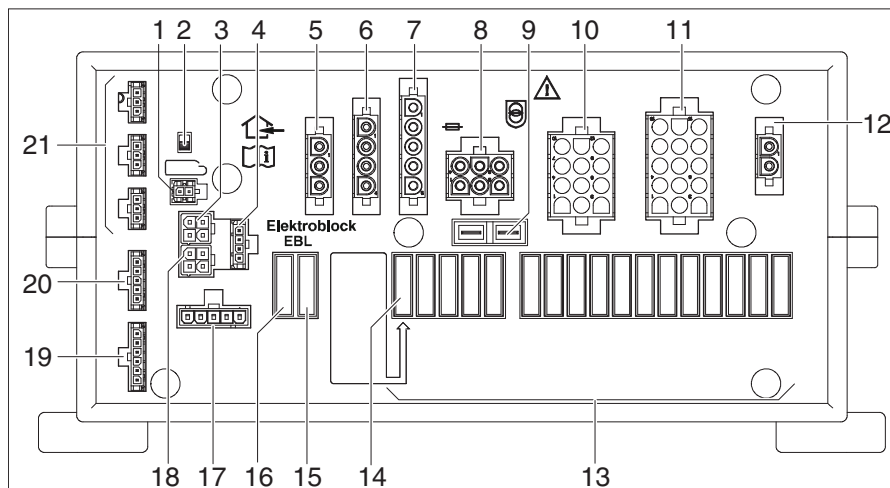

Fig. 265 Bloque eléctrico (EBL 402/403)
El electrobloque EBL 402/403 (Fig. 265) se encuentra en el garaje trasero en el lado derecho.
- ▷ El separador de batería (Fig. 265,2) desconecta todos los consumidores conectados al bloque eléctrico de la red de 12 V.
- Encender y apagar tres veces seguidas el separador de batería (Fig. 265,2).